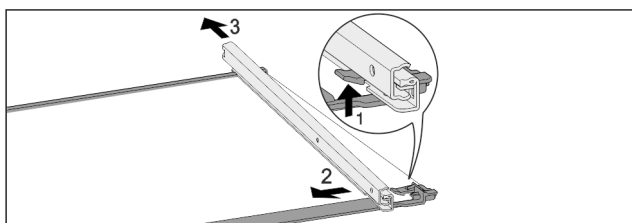

Fig. 125 Glasplatte mit Schienen
- ▶ Vorderen Rasthaken nach oben drücken. Fig. 125 (1)
- ▶ Auszugsschiene zur Seite Fig. 125 (2) und nach hinten Fig. 125 (3) wegschieben.